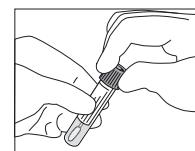

Abb. 3
5. Setzen Sie die Kappe wieder auf das Röhrchen und verschließen sie fest (Abb. 3).